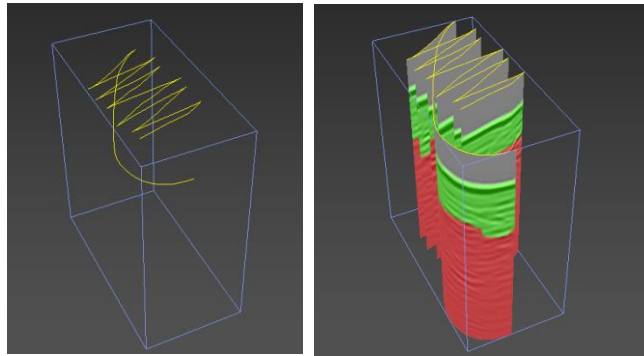

Рис. 4.17 - Отображение радарограммы
- определяет нужно ли рисовать радарограмму (Рис. 4.17).